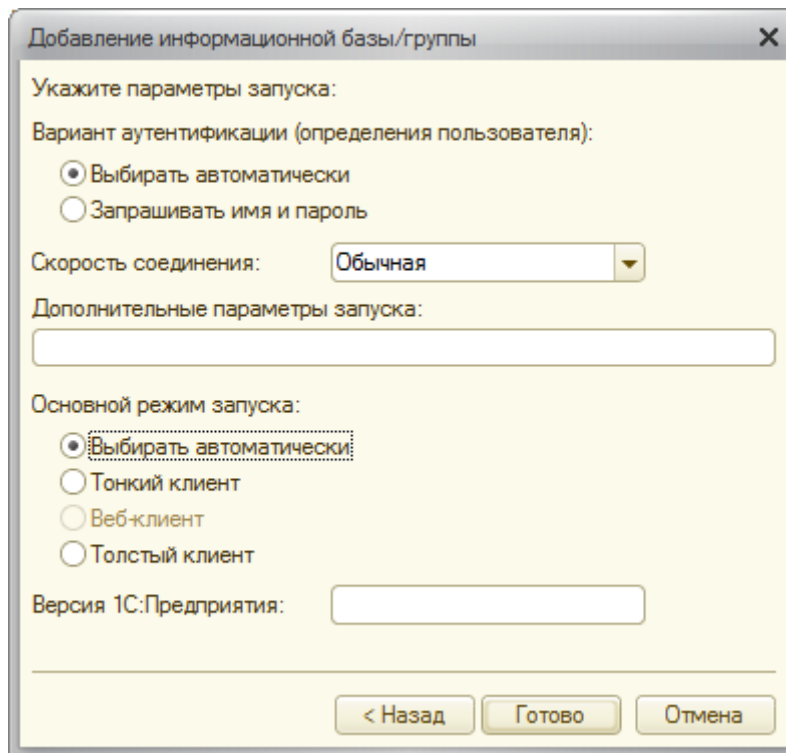

Рисунок 1.4- Настройка параметров запуска информационной базы
2.7 Нажав еще раз на кнопку **Далее** мы переходим к очень важному этапу настройки информационной базы, Рисунок 1.4.